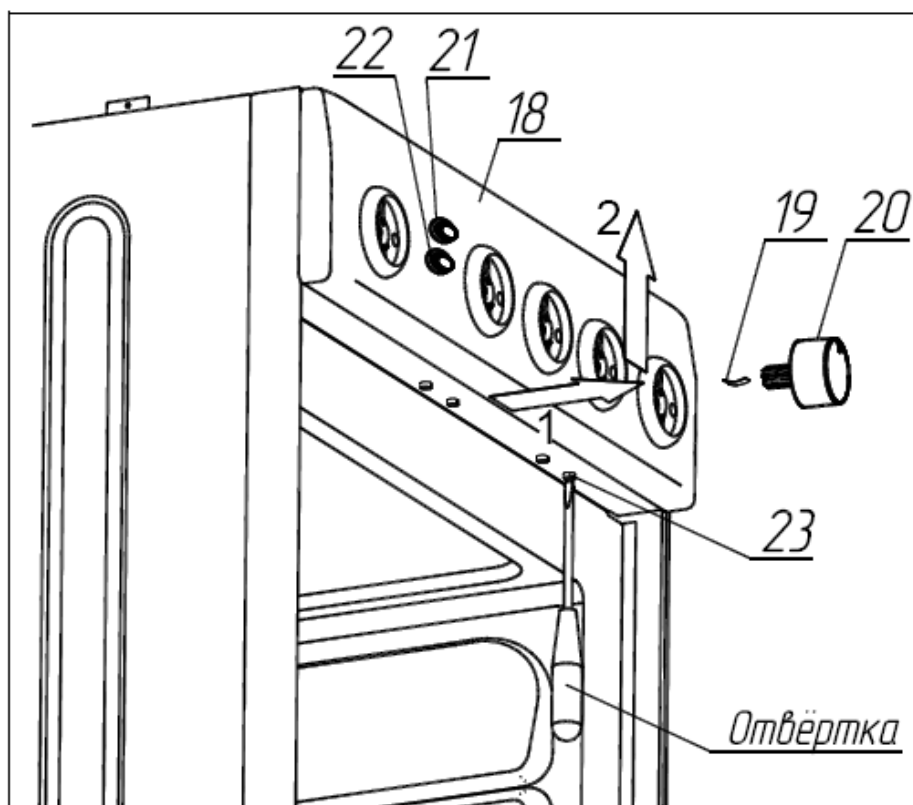

Рисунок 7 - Демонтаж панели управления
- снять с панели управления (18) рукоятки (20) с пружинами (19) – по 5 шт. (см. рис. 7);
- отсоединить провода от кнопки освещения (21) и кнопки розжига (22);
- отвинтить отвёрткой винты (23) – 4 шт., крепящие снизу панель управления к плите;